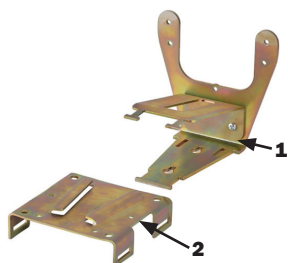

Рисунок 24
12.2 Установить поверх стыка оголовника и кожуха муфты хомут, стянуть его, используя ручку хомута в качестве рычага, после чего ручку зафиксировать (рисунок 24).